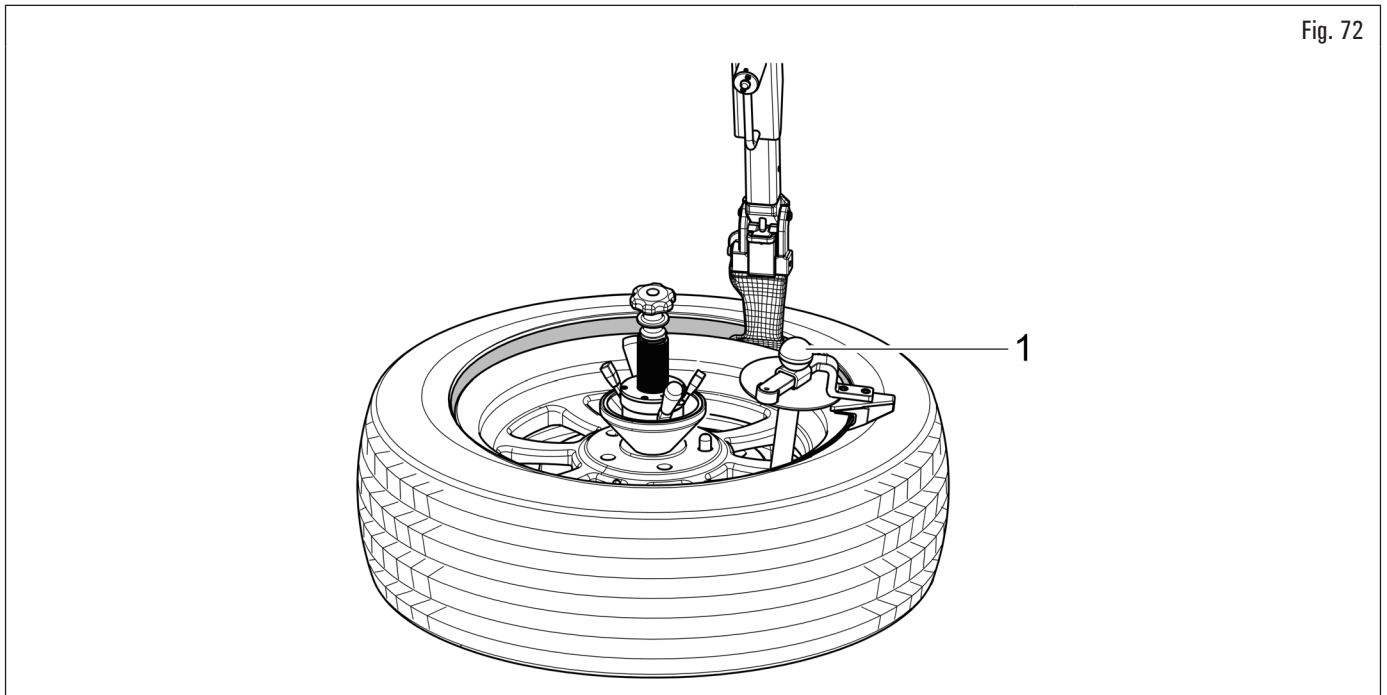

Fig. 72
1. Montare lo spingitallone con trascinatore (Fig. 72 rif. 1) in corrispondenza del bordo del cerchio (vedi Fig. 72);